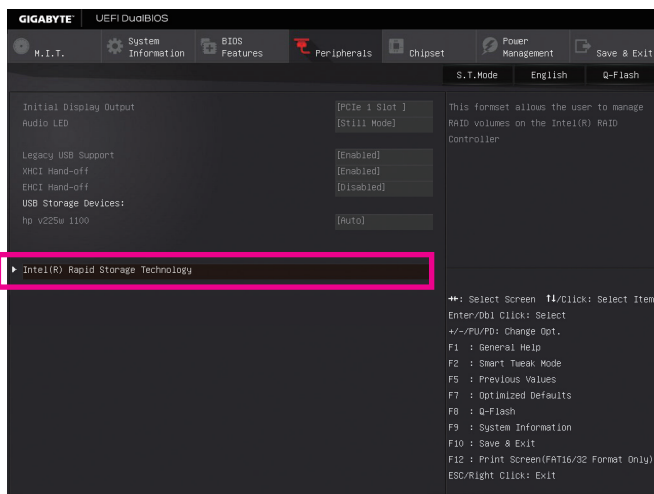

図 3
システムの再起動後、再度 BIOS セットアップに入ります。続いて Peripherals/Intel(R) Rapid Storage Technology サブメニューに入ります(図3)。